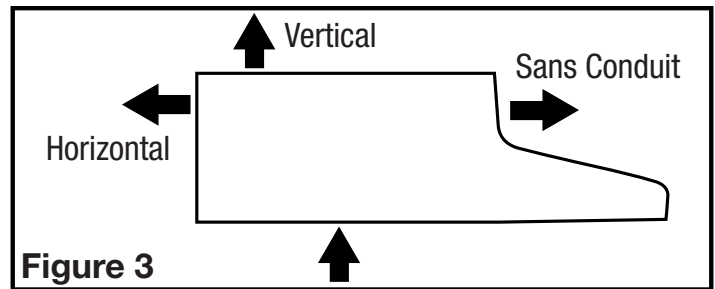

Figure 3
- Choisir le type de conduits qui sera requis. Ce modèle est équipé pour souffler tant verticalement qu'horizontalement dans un conduit de 8,25 x 25,4 cm (3-1/4 po x 10 po). Il peut être modifié pour devenir sans conduit (recirculation de l'air dans la cuisine) avec l'addition d'un filtre au charbon modèle CF-06S (non inclus) ou soufflé au travers d'un conduit rond de 17,78 cm (7 po) avec l'addition d'un clapet modèle E-22a ou RDC7 (non inclus) (**Figure 3**).